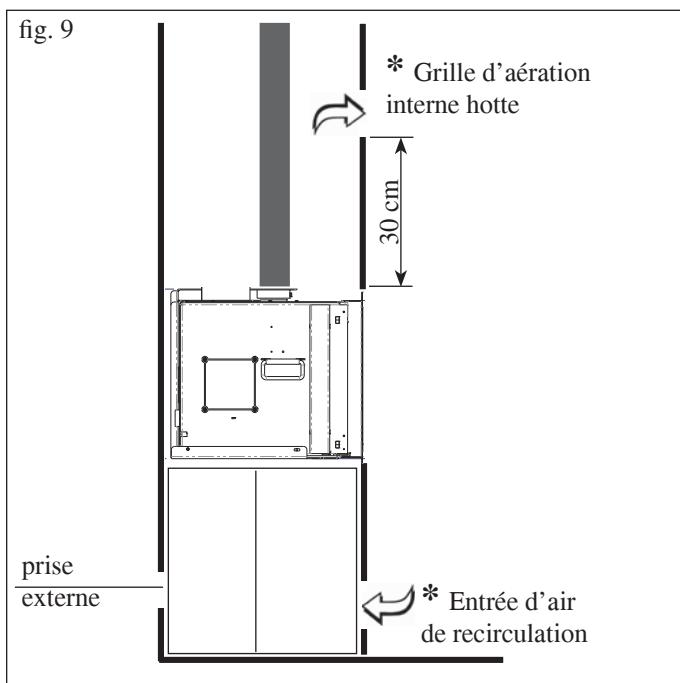

fig. 7
- En agissant à travers l'ouverture (H) prévue sur le top de INPELLET 49, enlever la vis de support (*) et enclocher le conduit de fumées sur le raccord de sortie des fumées (F), en le bloquant avec la vis (*) et sceller avec du mastic pour hautes températures (fig. 7).